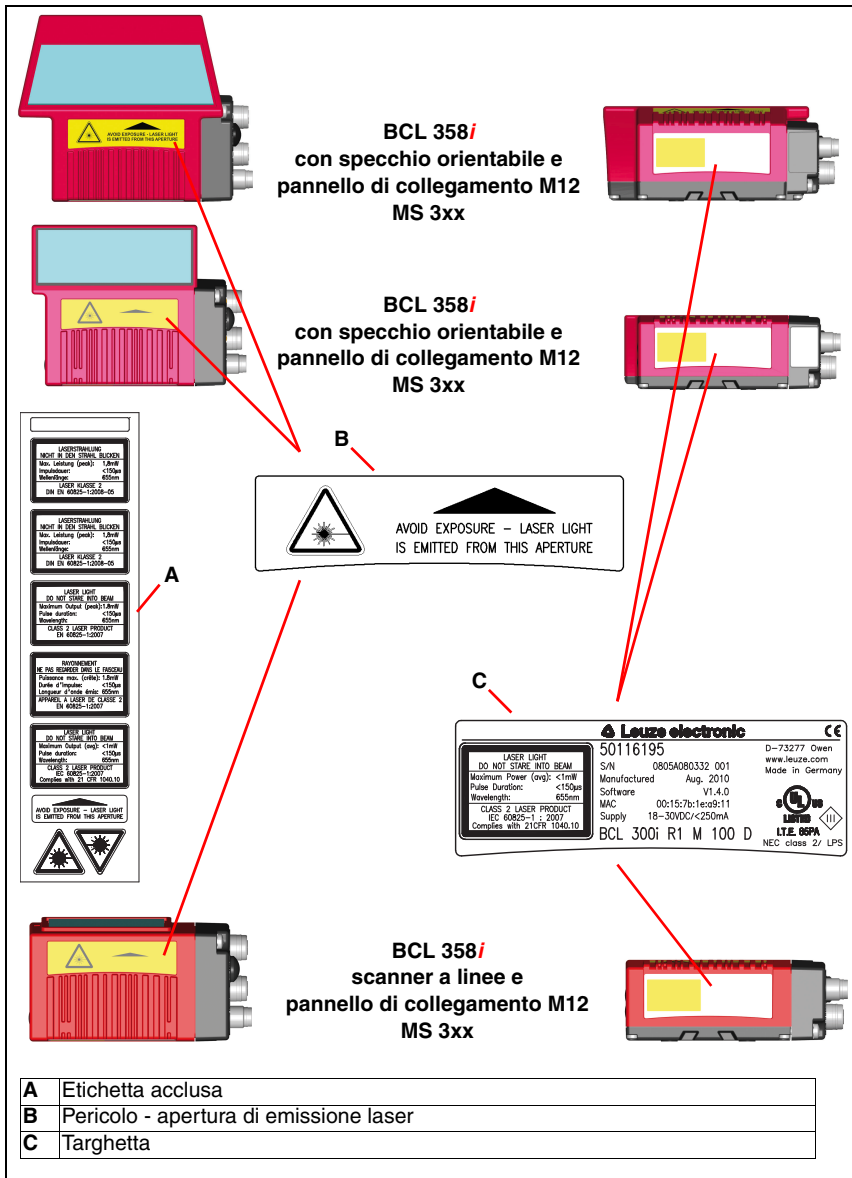

Figura 2.1: Applicazione dell'etichetta dei pericoli sul BCL 358*i*
*Applicare le etichette fornite in dotazione (A nella figura 2.1) sull'apparecchio in qualsiasi caso! Se dovessero restare coperte a causa della situazione di montaggio del BCL 358i, applicare le etichette nelle immediate vicinanze del BCL 358i, in modo che per leggerle non si possa guardare direttamente nel raggio laser.*